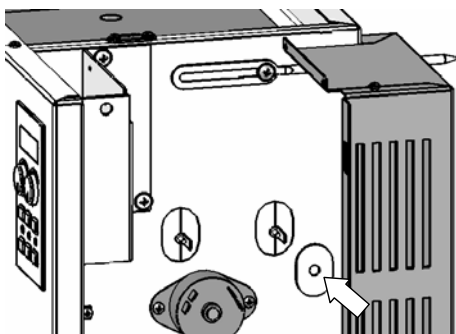

Fig.7
- 4** Remettez les plaques isolantes à l'intérieur de la carcasse. Les rondelles isolantes ovales fournies avec l'appareil (et qui se trouvent dans le sac contenant également les vis de fixation murale) doivent être mises sur les bouts des résistances de manière à ce qu'elles pénètrent profondément dans l'isolation; elles doivent ensuite être tournées de manière à ce que l'isolation ne bouge pas derrière la paroi interne (Fig.7).